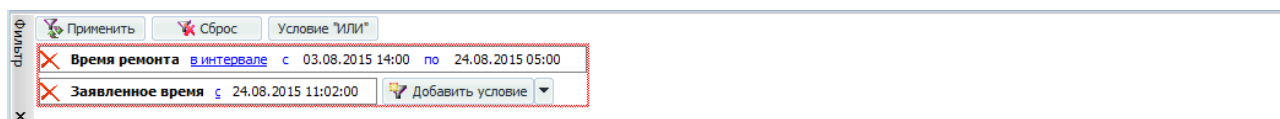

Рисунок 10.20 – Фильтрация по временным полям
- **Фильтрация по временным полям**. К данному виду фильтрации относятся следующие критерии фильтра: заявленное время, время ремонта, заявленное время – время ремонта. В качестве условий фильтрации выступают: «в интервале», «не в интервале», «с», «по». В качестве значения фильтрации указывается дата и время из календаря в формате «ДД.ММ.ГГГГ ЧЧ:ММ» (Рисунок 10.20).